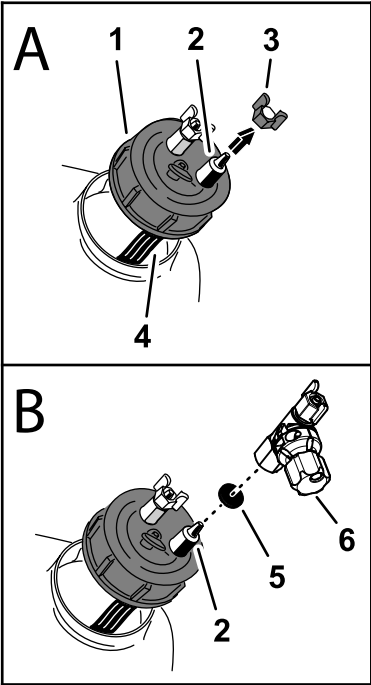

图 1
- 在泡沫标记水箱总成的末端找到黑色水箱盖图 1。
- 旋开水箱盖从水箱上提起盖子高度应确保能够看到蓝色滤管图 1。
- 从连接至水箱内的蓝色滤管的水箱盖接头上拆下蓝色压紧螺母图 1。
- 如图 1 所示将盖装调节阀和垫片安装到水箱盖的接头上并调节阀门的位置。